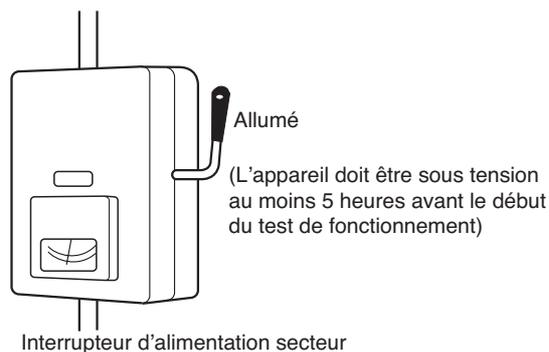

Fig. 10-1
- (1) Tous les débris ont été enlevés du coffret, en particulier les limailles d'acier, les morceaux de fils et les agrafes.
- (2) Les câbles de commande sont correctement raccordés et tous les raccords électriques sont serrés.
- (3) Les entretoises de protection du compresseur utilisées pour le transport ont été enlevées. Dans le cas contraire, retirez-les maintenant.
- (4) Les coussinets de transport du ventilateur intérieur ont été enlevés. Dans le cas contraire, retirez-les maintenant.
- (5) L'unité a été sous tension pendant au moins 5 heures avant la mise en marche du compresseur. Le bas du compresseur doit être chaud au toucher et le chauffage du carter autour du pied du compresseur doit être encore plus chaud au toucher. (Fig. 10-1)